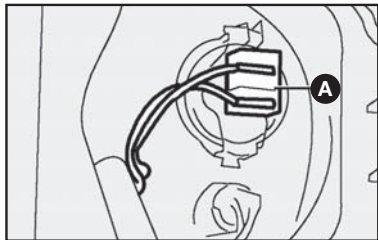

fig. 14
- 2) soltar o conector **A**-fig. 14 de alimentação da lâmpada.